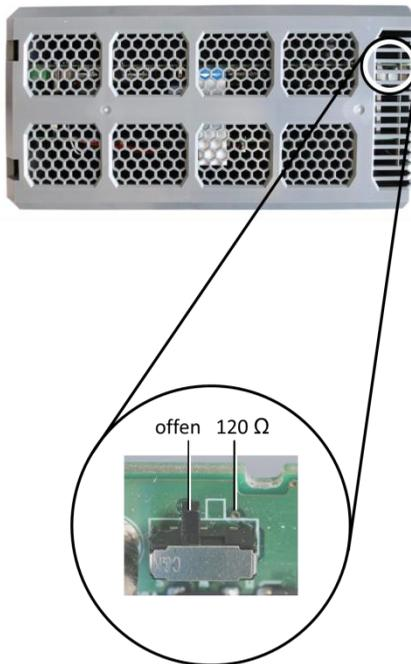

Abbildung 33: Abschlusswiderstand einstellen
- Stellen Sie den Abschlusswiderstand auf „offen“, (siehe Abbildung 33).